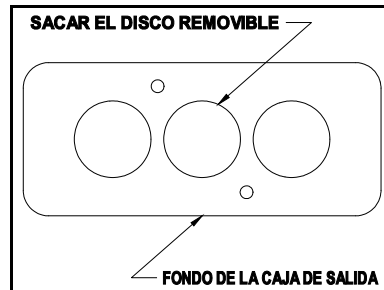
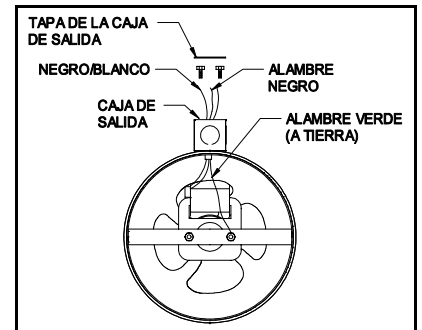

Figura 3A
Figura 3B
4. (Complete este paso solamente para los KS-5, KS-6 y KS-8). Saque el disco removible central del fondo de la caja de salida. (Ver Figura 3A) Antes de instalar el EVENAIR® en el tubo de conducto, sujete la caja de salida a la caja de la unidad con los tornillos #10-32 UNF y las tuercas que se suministran. (Ver Figura 3B)